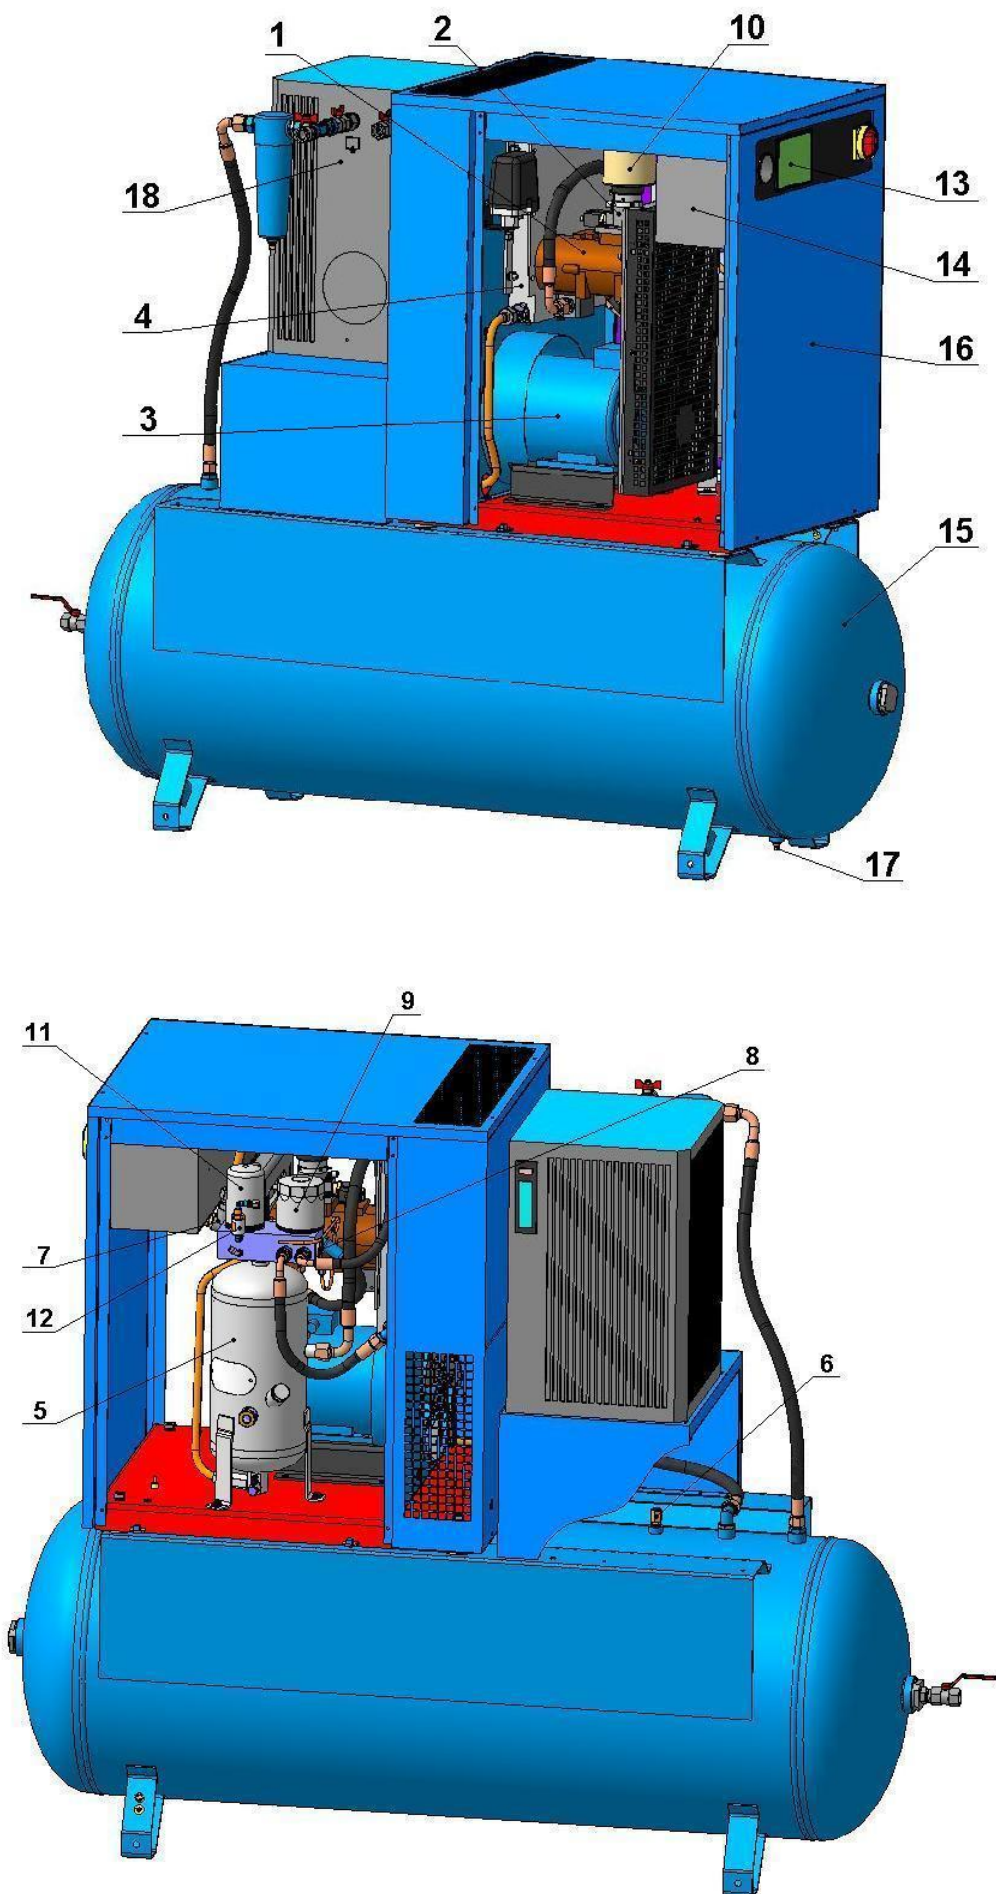

Рисунок 3 – Общий вид компрессорной установки ВК5Е-...-500(Д), ВК7Е-...-500(Д), ВК10Е-...-500(Д)
**18 – Осушитель** (см. рисунок 3) предназначен для отделения влаги, содержащейся в сжатом воздухе.